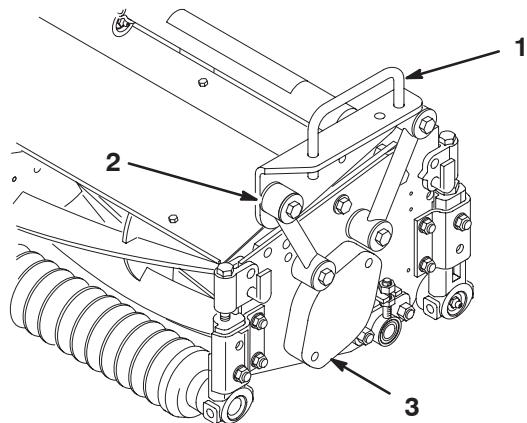
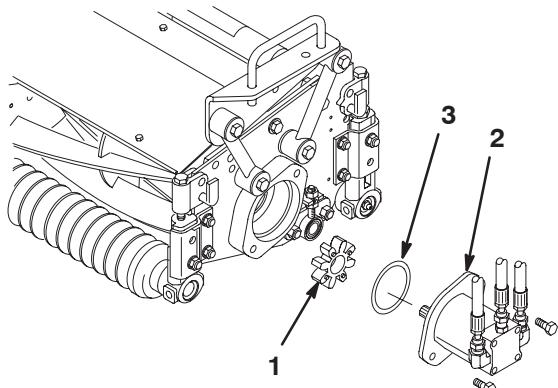

Figure 3
Figure 7
- Placez un bâti porteur sur chaque plateau de coupe en alignant les trous de fixation avec les biellettes de montage (Fig. 3).
- Fixez chaque biellette au bâti porteur avec une vis d'assemblage (3/8 x 2-1/4 pouce), 2 rondelles plates et un contre-écrou, comme illustré à la Figure 3. Placez une rondelle de chaque côté de la biellette lors du montage. Serrez à 42 Nm.
2. Déposez le couvercle du logement de roulement (Fig. 3) de l'extrémité intérieure du plateau de coupe droit. Posez le couvercle et le joint (fourni avec le plateau de coupe) sur l'extrémité extérieure. Repérez l'accouplement en étoile (Fig. 7) expédié dans le logement de roulement.
3. Placez le joint torique (fourni avec le plateau de coupe) sur le flasque du moteur d' entraînement (Fig. 7).
4. Posez le moteur et l'accouplement en étoile du côté entraînement du plateau de coupe et fixez-les avec 2 vis d'assemblage fournies avec le plateau de coupe (Fig. 7).